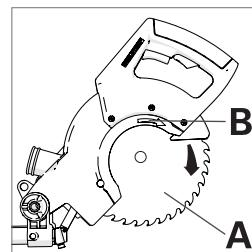

Fig. 19
Instalați noua lamă în flanșa interioară, asigurându-vă că aceasta este așezată în mod corespunzător pe linia flanșei, iar apoi eliberați încet apărătoarea lamei inferioare înapoi în poziția sa închisă inițială. Asigurați-vă că săgeata de rotație de pe lama (A) se potrivește cu săgeata de rotație în sensul acelor de ceasornic de pe apărătoarea superioară (B). (**Fig. 19**)